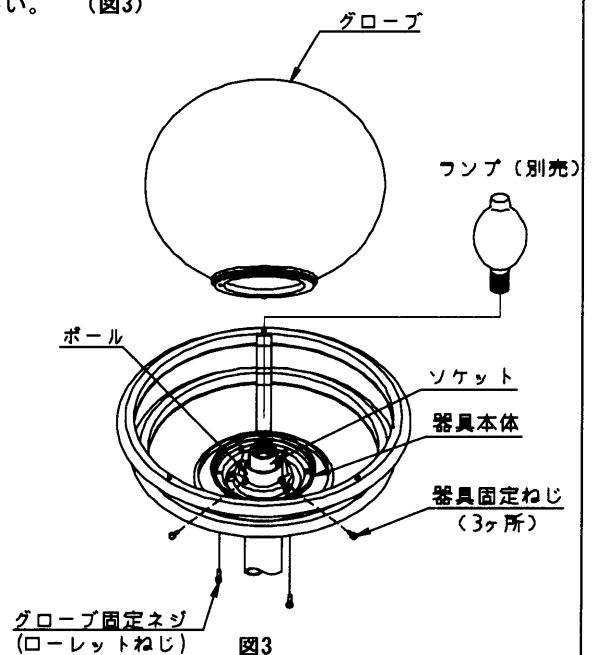

図3
- ④ グローブ固定ねじ(ローレットねじ)を緩めグローブを取り外し、器具本体をポールに差し込み器具固定ねじ(3ヶ所)で固定してください。(図3)
- ⑤ ランプ（別売）をソケットにしっかりねじ込んでください。（図3）